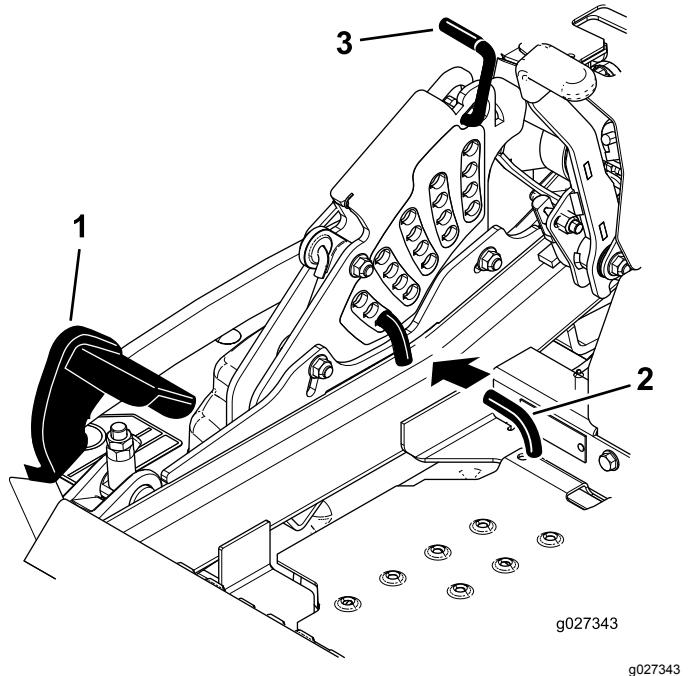

Bild 84
5. Treten Sie das Mähwerkhubpedal ganz durch, damit das Mähwerk in der 14-cm-Transportstellung einrastet (Bild 84).